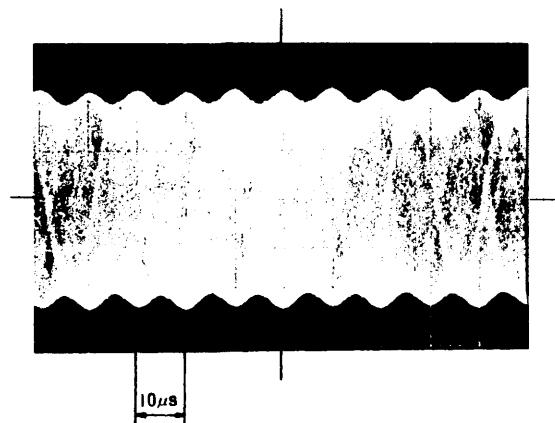

図6-4/Fig. 6-4
⑤GBALボリュームを中心付近に設定し、スケールを移動させると図6-4に示すような波形が観測されます。この時PHASEボリュームを調整し、エンベローブリップルが最小になるようにします。また、GBALボリュームも微調整しエンベロープリップルが最小になるようにします。
⑥Set the GBAL trimmer to approximately the center position and move the scale to observe the waveform as shown in Fig. 6-4. When doing this, adjust the PHASE trimmer to minimize the ripple on the envelope.